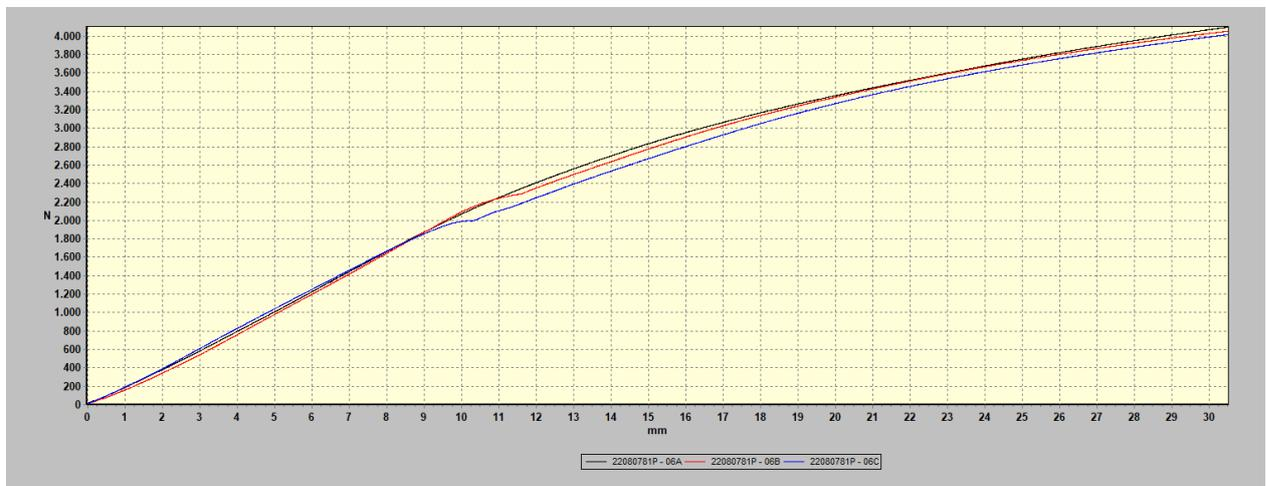

Abb. 6c
**Tabelle 8: Ergebnisse Proben 6A – 6C (Diagramm Abb. 6c)**